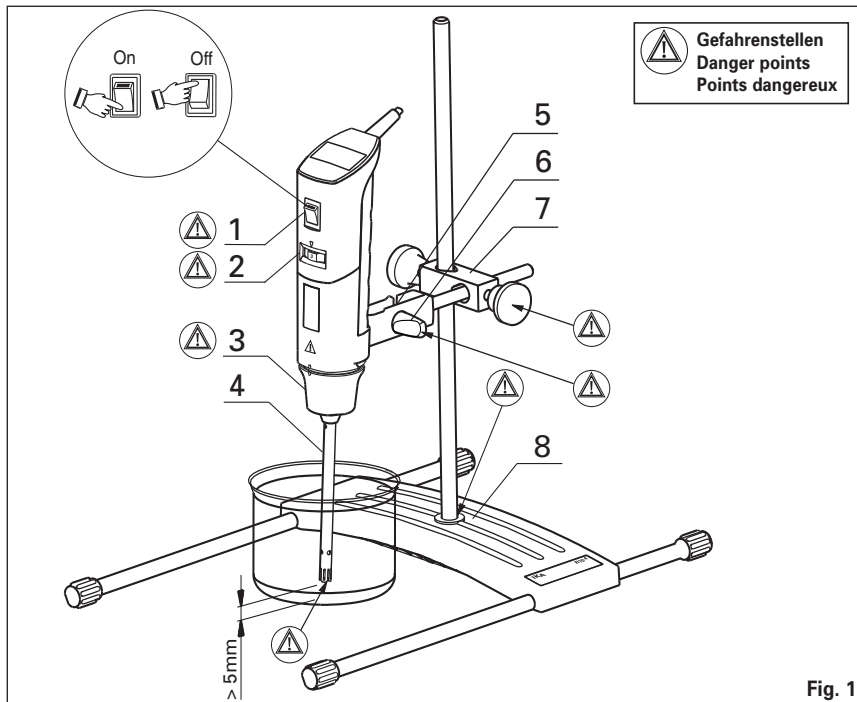
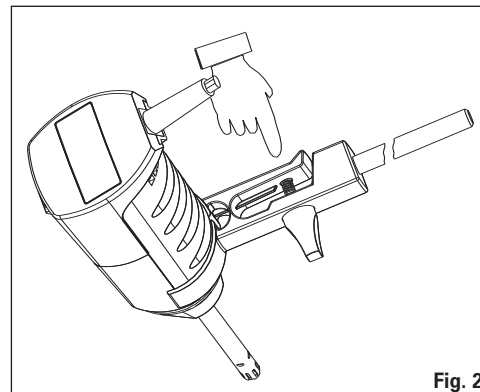

Fig. 1
Fig. 2
Betreiben Sie das Gerät niemals mit frei rotierendem Dispergierwerkzeug. Achten Sie darauf, dass Körperteile, Haare oder Kleidungsstücke nicht von rotierenden Teilen erfasst werden können. Achten Sie vor dem Einschalten des Dispergiergerätes darauf, dass der Dispergierschaft ausreichend tief in das Medium eintaucht, um ein mögliches Spritzen des Mediums zu vermeiden (siehe Betriebsanleitung Dispergierwerkzeug). Beachten Sie jedoch, dass ein Mindestabstand des Dispergierwerkzeuges zum Boden des Rührgefäßes einzuhalten ist (Fig. 1).
Übersicht (Fig. 1 und Fig. 2)
- Klemme **(5)** wie in Fig. 1 dargestellt über das Dispergiergerät schieben, bis es in der dafür vorgesehenen Stellung hörbar einrastet.